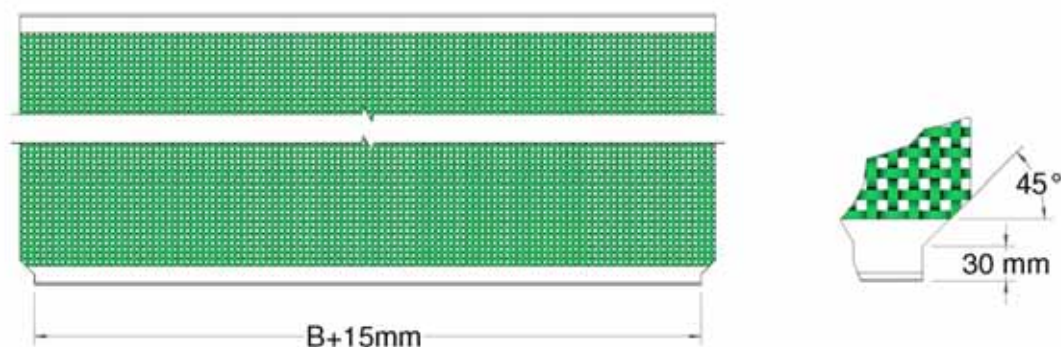

Figure 14b, Coupe le tissu
13. Abaissez la porte, puis tirez le matériau en dehors des rails de guidage. Centralisez et coupez le matériau en trop dans chaque coin de 45°, comme indiqué à la figure 14b.